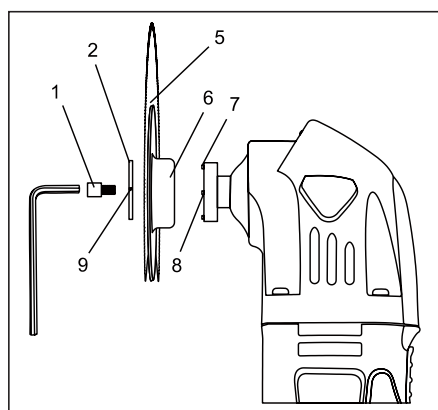

Fig. 2
2. Puneți lama (5) al suportului accesorii (Fig. 2).